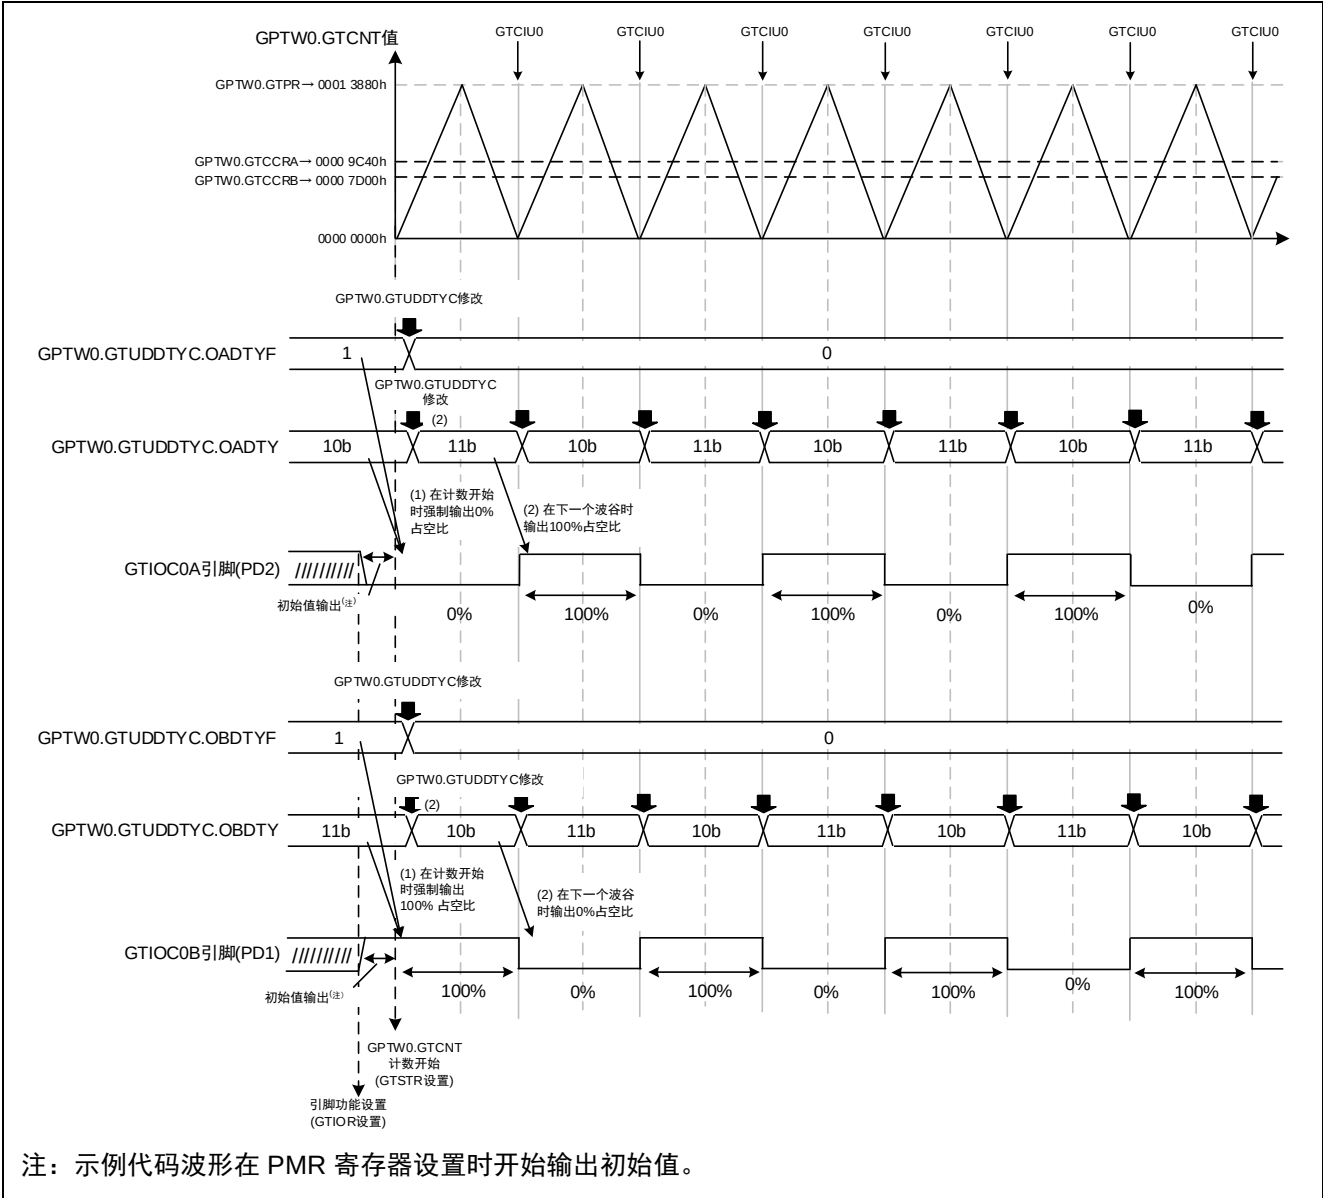

图 4.122 示例代码运行
- 关于占空比改变的时间的详细信息, 请参考图 4.122
示例代码的运行如图 4.122 所示。通过在 GTCNT 计数器下溢中断（GTCIU0）时修改 GTUDDTYC 寄存器的值，每个周期的占空比在 0%和 100%之间切换。
- 计数开始后 0%占空比输出（图 4.122 中（1））
- 第二个周期 100%占空比输出（图 4.122 中（2））